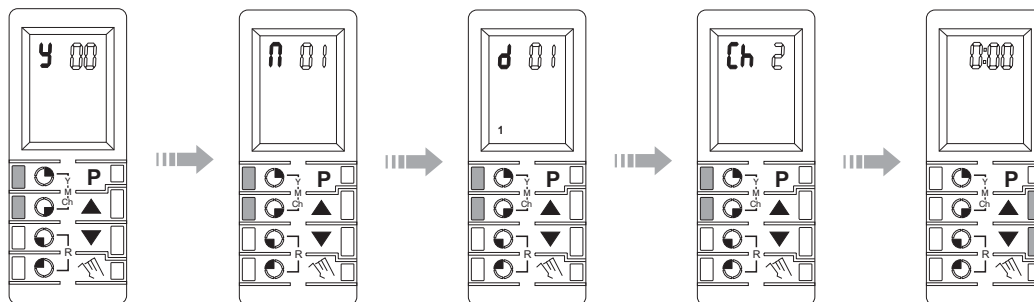

fig. 6
### 6 - EINGABE DES AKTUELLEN DATUMS UND DER AKTUELLEN UHRZEIT (Abb.6)
**HINWEIS:** die in Abb.6 dargestellte Anzeige ergibt sich nach einem **ZURÜCKSETZEN**. Wenn die Eingaben geändert wurden, erscheint auf der Anzeige die aktuelle Zeit (Jahr, Monat etc.).